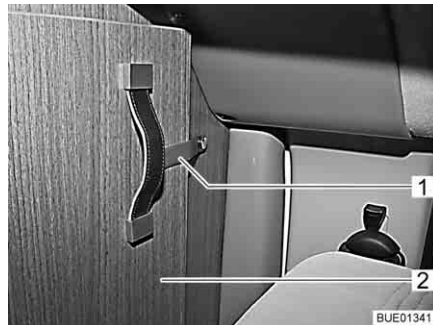

Bild 56 Sicherungsband
- Sicherungsband (Bild 56,1) vom klappbaren Teil der Fahrerhausabtrennung (Bild 56,2) lösen.